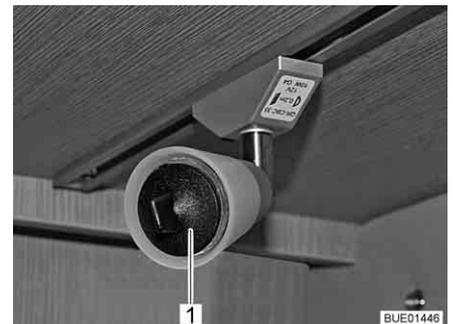

Fig. 225 Ventouse pour changement de lampe
- ▷ Une ventouse (Fig. 225,1) est jointe pour aider à changer la lampe.